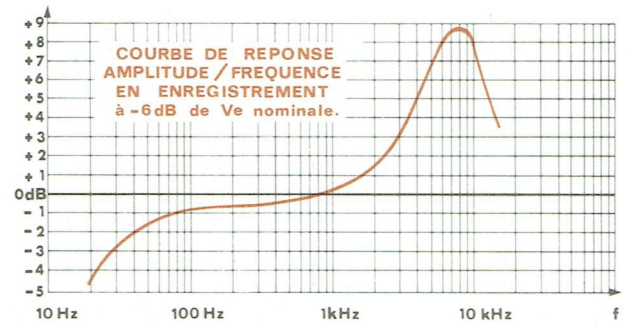

Fig. 13
- Régler la fréquence du générateur à $f = 1 \text{ kHz}$ et son niveau de sortie pour obtenir au point de lecture une tension $V_s = 1,2 \text{ mV}$ ce qui correspond au niveau de référence 0 dB de la figure 13 et à -6 dB du niveau nominal.